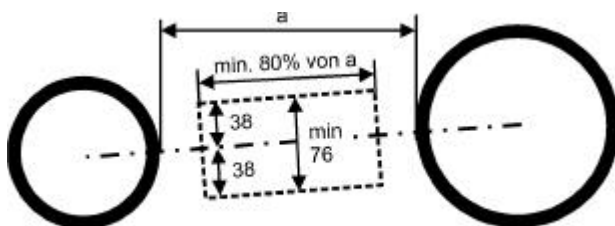
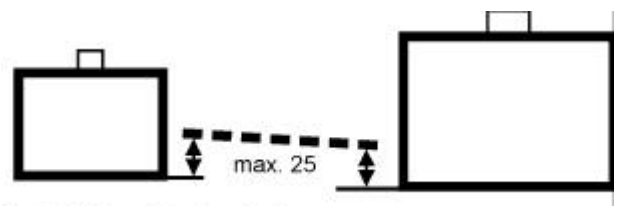

Fig. 1: Seitenschutz
Fig. 2: Seitenschutz (von oben)
K) Es muss ein Seitenschutz zwischen Vorder- und Hinterrad vorhanden sein. Er verhindert ein Verhaken und Auflaufen der Räder zwischen zwei Fahrzeugen. Der Schutz muss mind. 80% der Distanz zwischen Vorder- und Hinterrad abdecken. Seine Höhe muss mind. 76mm (3") betragen, die Mitte davon ausgerichtet auf eine fiktiven Linie Mitte Vorder- Hinterachse (Fig 1). Die Außenseite des Schutzes darf höchstens 25mm (1") von der Aussenkanten der Räder nach innen versetzt sein. (Fig 2).